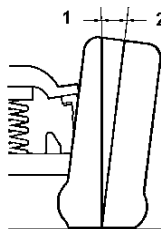

Fig. 10 : Identification de la chasse (illustration d'une chasse positive)
- Carrossage négatif – Lorsque le haut du pneu est incliné vers le véhicule (1). Voir Fig. 10.
- Carrossage positif – Lorsque le haut du pneu est incliné vers l'extérieur (2). Voir Fig. 10.